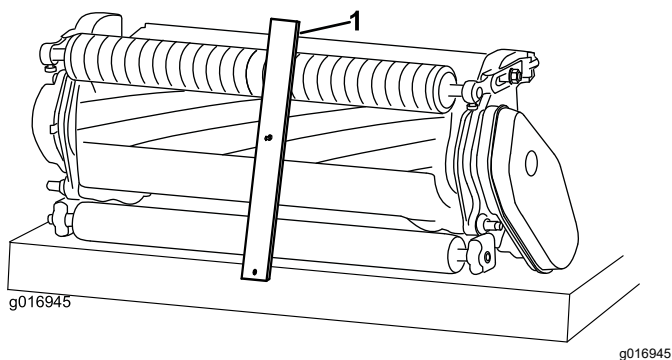

Bild 15
2. Haken Sie den Schraubenkopf der Schnitthöhenlehre an der rechten Seite der Schnittkante des Untermessers ein und legen Sie das hintere Ende der Lehre auf die Rückseite der Rolle (Bild 15).